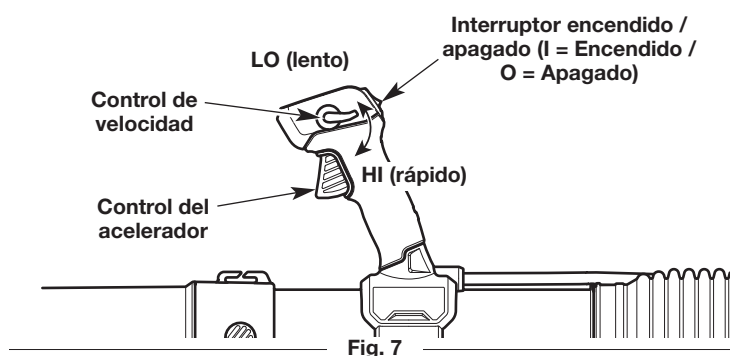

Fig. 7
NOTA: No es necesario encender la unidad. El interruptor de encendido/apagado está en la posición **Encendido (I)** en todo momento (Fig. 7).
3. Mueva el control de velocidad a la posición **HI (rápido)** (Fig. 7).
NOTA: Mantenga el control de velocidad en la posición **HI (rápido)** durante **TODOS** los pasos siguientes (Fig. 7).
2. Oprima y mantenga apretado el interruptor de encendido/apagado en la posición **Apagado (O)** hasta que el motor se pare por completo (Fig. 7).
- Use el control de velocidad para facilitar la operación continua (Fig. 7).